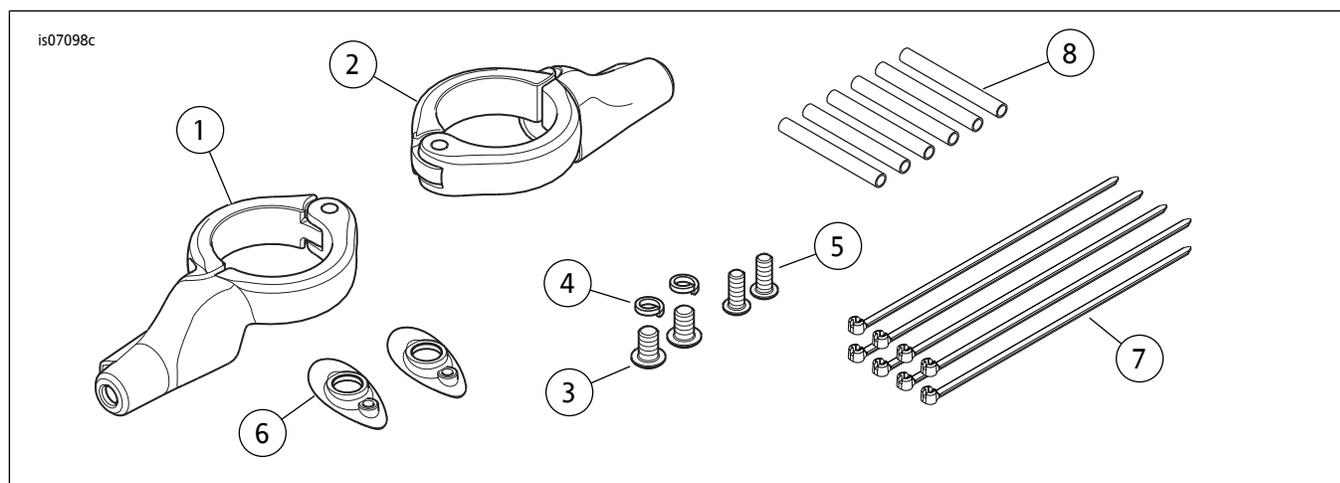

图3。维修零件：前转向信号装置重装部署套件
参见图3和表1。
8. 参见图3。将51 mm (2.0 in) 长的一段封装(双层)热缩管 (8)套在线管和导线上, 转向信号灯罩旁边。